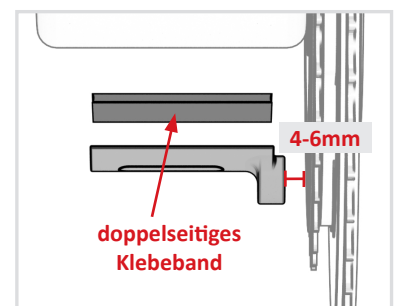

FIG. 10
- Positionieren Sie das Gehäuse in einem Abstand von ca. 4-6mm zum PowerMeter (Fig. 10).